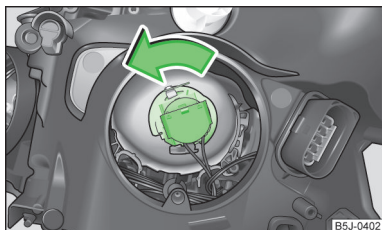

Fig. 156
- Gire el conector con la bombilla » fig. 156 hasta el tope en el sentido de la flecha y extráigalo.